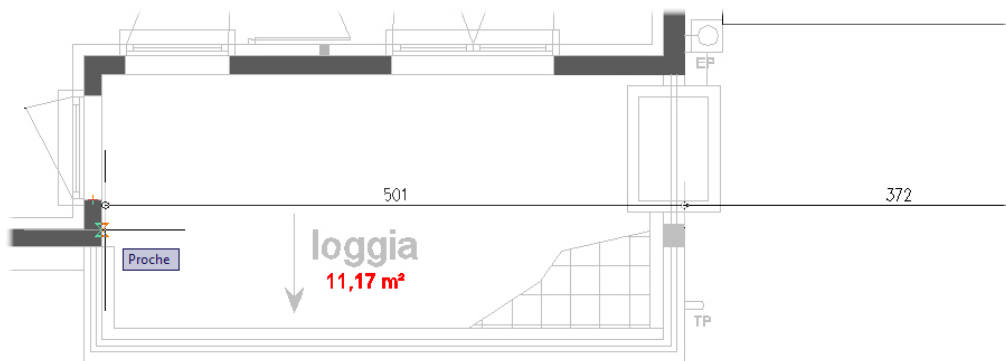

Figure 5.66
3. La ligne de cote se poursuit automatiquement, alignée sur la ligne de cotation déjà créée (voir Figure 5.66).